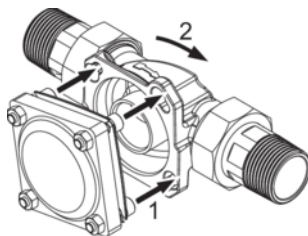
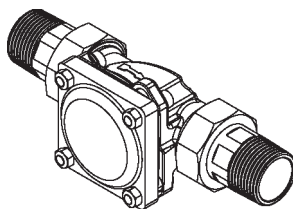

Abb. 3: Gerät ansetzen und einrasten
Abb. 4: Geräteanschluss eingearastet
1. Die Köpfe der vier Flanschschrauben durch die Bajonettbohrungen am Einbaudrehflansch stecken (siehe Abbildung 3).
2. Das Gerät im Uhrzeigersinn bis zum Anschlag drehen (siehe Abbildung 3 und Abbildung 4).